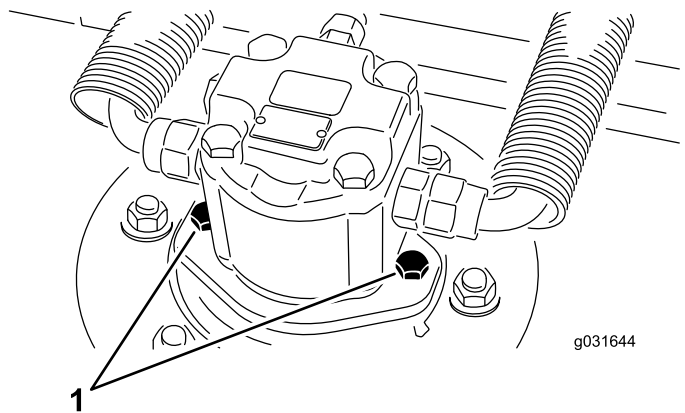

图 67
2. 卸下液压马达安装螺丝从剪草刀盘上断开并拆除液压马达 图 67。
- 使用液压马达安装螺丝将液压马达安装到刀盘上图 67。